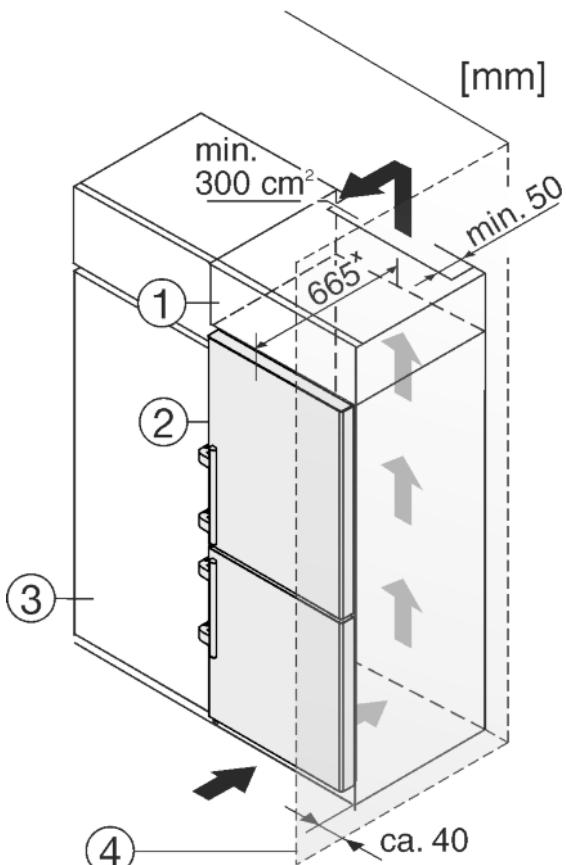

Fig. 26
(1) Колонна на столешнице
(2) Устройство
(3) Кухонный шкаф
(4) Стена
Устройство может быть окружено предметами кухонной обстановки. Чтобы уравнять устройство Fig. 26 (2) по высоте с кухонной стенкой, можно установить над устройством соответствующий дополнительный шкафчик Fig. 26 (1).
В комбинации с кухонными шкафами устройство можно устанавливать непосредственно рядом с кухонным шкафом Fig. 26 (3). Чтобы можно было полностью открыть двери, устройство должно выступать, как минимум, на 65 мм^x относительно передней стенки кухонного шкафа. В зависимости от глубины кухонных шкафов и использования пристенных распорок устройство может выступать и больше.
Если устройство установлено на шарнирах у стены Fig. 26 (4), то расстояние между устройством и стеной должно быть не менее 40 мм. Настолько выступает ручка при открытой дверце.